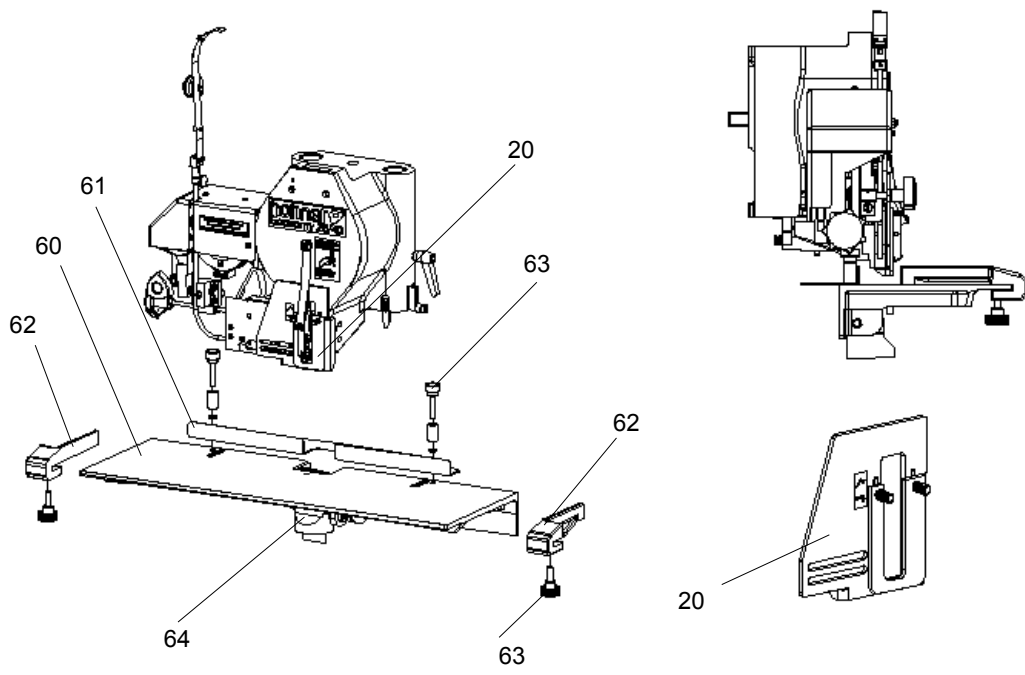

Fig. 4.10
- Fig. 4.10 -
- Montare la protezione per le dita in posizione "**cucitura blocchi**" facendo riferimento alle marcate (vedi - Fig. 4.10 -).